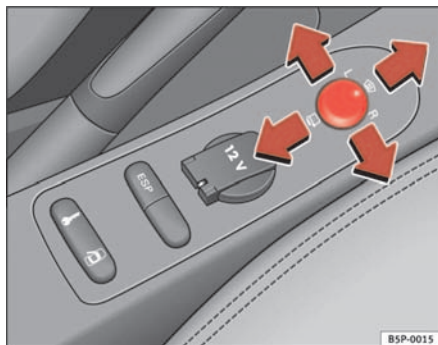

Fig. 89 Regolazione degli specchi retrovisori esterni
1. In primo luogo, ruotare la manopola ⇒ **fig. 89** portandola nella posizione **L (specchietto esterno sinistro)**.
- Per riscaldare gli specchi retrovisori e per attivare la funzione parabrezza riscaldabile* nella zona di riposo delle spazzole, girare il comando in avanti sulla posizione centrale ⇒ **fig. 89**  ⇒ pag. 125.
- Per far ripiegare su se stessi gli specchietti esterni si deve ruotare la manopola ⇒ **fig. 89** portandola nella posizione . Si consiglia di richiudere sempre gli specchietti esterni quando si porta il veicolo all'autolavaggio, altrimenti potrebbero danneggiarsi.